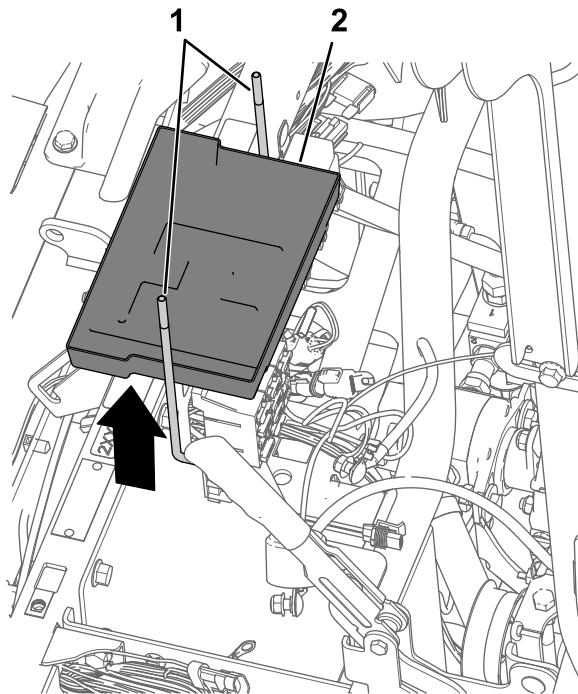

图171
5. 从电池支架卸下 2 个 J 形螺栓和电池托盘 图171。